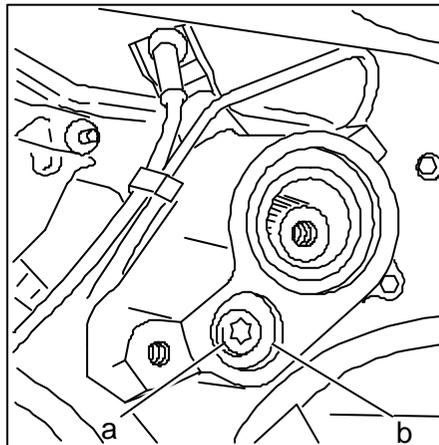

Fig. 4
- ⇨ Poser la rondelle butée (Rep. b, Fig. 4) et la vis Torx (Rep. a, Fig. 4).